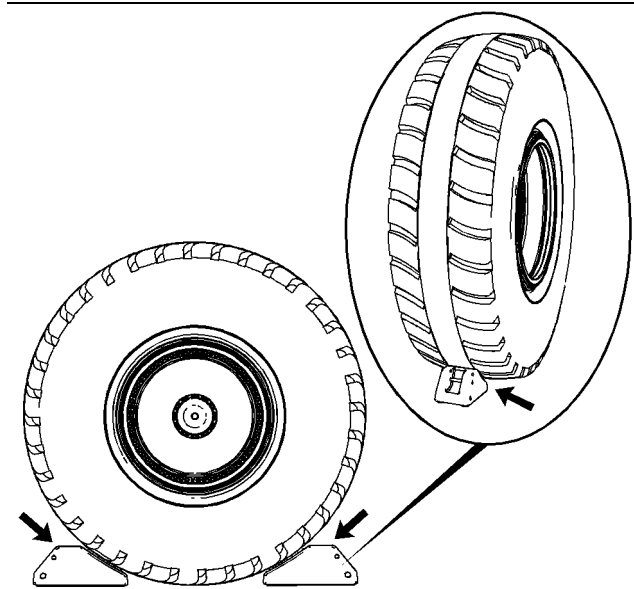

Ilustración 123
5. Quite cada bloque para rueda del soporte de almacenamiento e instálelo en el neumático, como se muestra en la ilustración 123. Coloque un bloque para rueda en la parte delantera y otro en la parte trasera del neumático. Coloque cada bloque para rueda firmemente contra el neumático y en ángulo recto con el neumático. Coloque los bloques para rueda en el centro de la banda de rodadura del neumático.